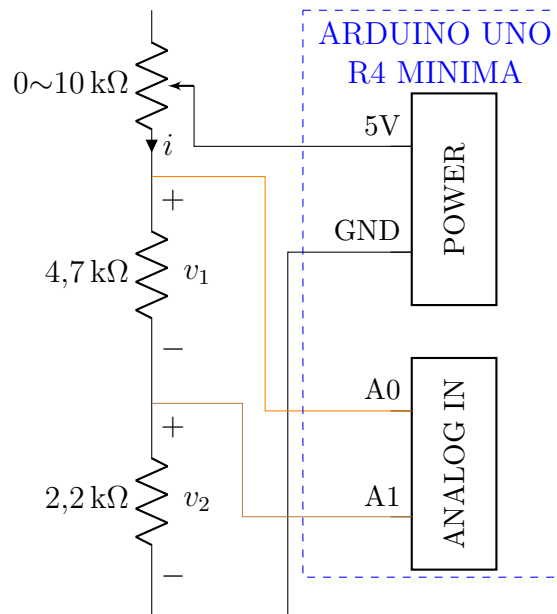

Figura 1.1: Conexión de circuito para el Laboratorio 1
- a. Realice las conexiones del circuito tal y como se indica en la Figura 1.1.